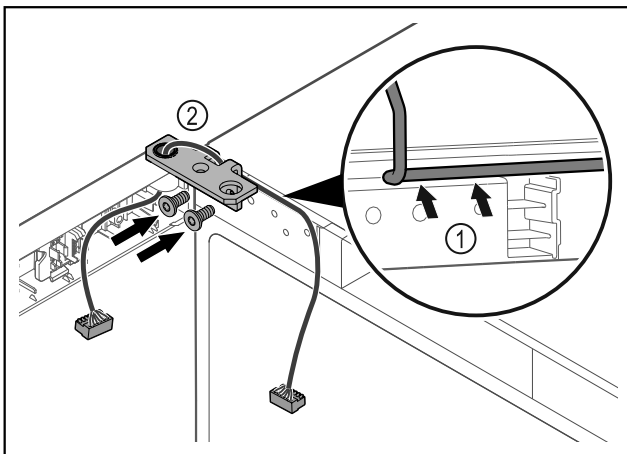

Fig. 58
- Ved'te kabel skrz vybrání úhelníku závěsu a opatrně jej položte Fig. 58 (1).
- Našroubujte úhelník závěsu Fig. 58 (2).